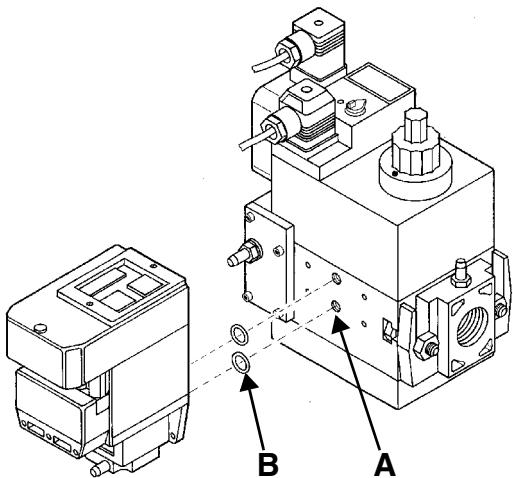

Рис. 49
- 3). снять крепежные винты группы Multibloc (Рис. 49-А)
- 4). вставить уплотнительные кольца (10,5x2,25) в VPS 504 (Рис. 49-В)
- 5). закрутить 4 винта блока контроля герметичности (M4x16) Рис. 49-С.